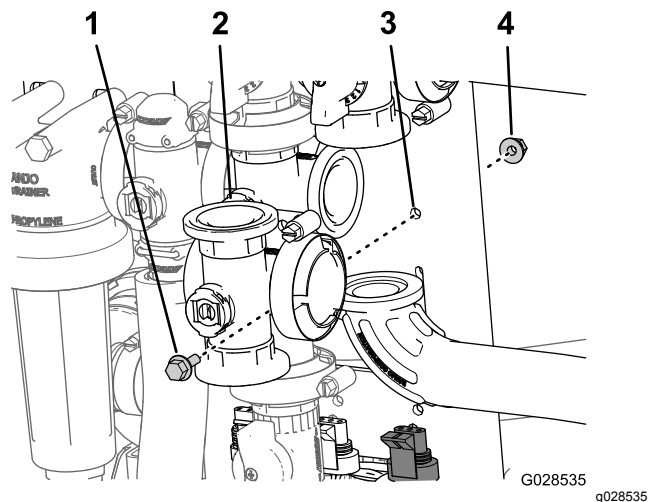

図 93
2. マスターブームバルブをバルブマウントに固定しているフランジヘッドボルトとフランジロックナットを外してバルブマニホールドを機体から取り外す 図 93。